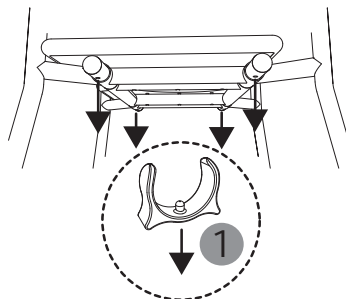

fig. 22
1. Estrarre le quattro clip di fissaggio dai tubi a innesto (1, fig. 22).